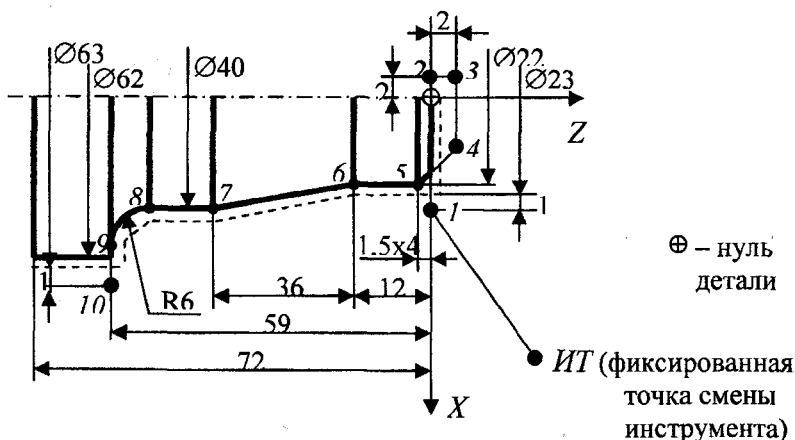

Рис. 2.10
2.4. Составьте программу чистового точения детали, показанной на рис. 2.10. Оставлен припуск на чистовую обработку (показан пунктирной линией). Запрограммируйте перемещение инструмента из исходной точки (ИТ) в точку 1 на ускоренной подаче, из точки 1 в точку 2 на рабочей подаче, из точки 2 в точку 3 и в точку 4 на ускоренной подаче, из точки 4 в точку 5, затем в 6, 7, 8, 9, 10 на рабочей подаче, из точки 10 в ИТ на ускоренной подаче. Координаты ИТ – $X=150\text{мм}$, $Z=400\text{ мм}$. Задайте постоянную скорость резания 180 м/мин, правое вращение шпинделя с пределом частоты вращения 3000 об/мин. Рабочая подача 0,15 мм/об.